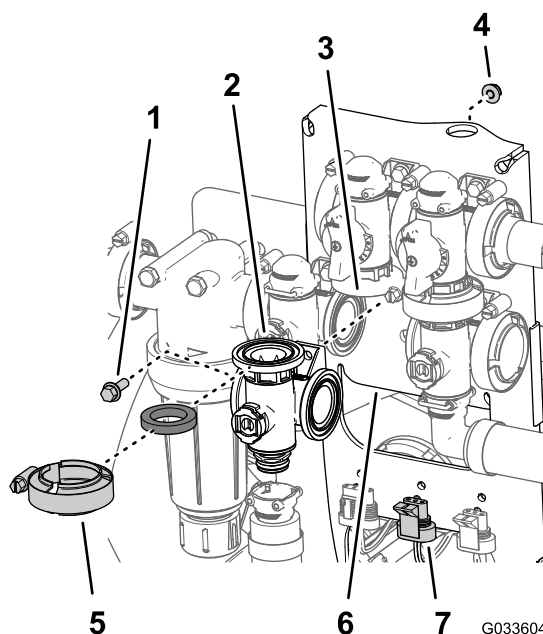

図 127
1. 攪拌バイパスバルブのフランジ、ガスケット、攪拌バイパスバルブのフランジを、整列させる 図 127。
- 攪拌バルブをバルブマウントに組み付ける; フランジヘッドボルトとフランジロックナット 図 127 はステップ 3 攪拌マニホールドバルブの取り外し (ページ 76) で取り外したものを使用し、ボルトとナットを 10-12 N·m 1.0-1.2 kg/cm² = 90-110 in-lb にトルク締めする。